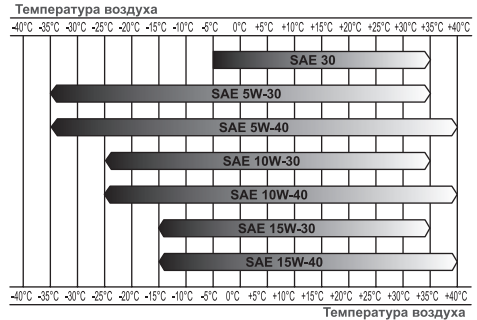

Рис. 14 Определение вязкости масла
бензинового двигателя категории SJ и выше по системе классификации API. Вязкость масла по классификации SAE выбирается в зависимости от температуры окружающего воздуха, при которой будет работать двигатель. При выборе вязкости масла пользуйтесь таблицей, показанной на Рис. 14.
5. После запуска двигателя переведите рычаг газа в положение «2» (Рис. 14) и прогрейте двигатель на холостых оборотах в течение 30 секунд.